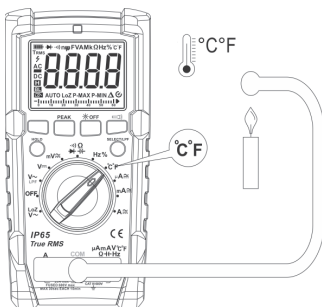

Рис. 9. Измерение температуры
7.8. Измерение температуры (см. рис. 9)